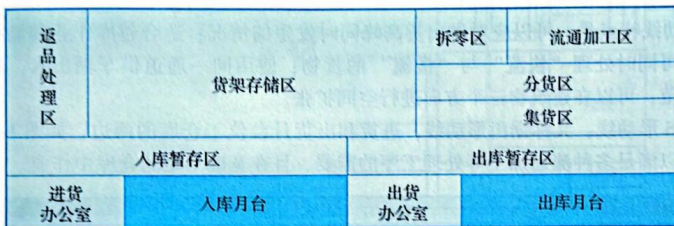

图 1-1-14 U形动线
(1) U形动线：顾名思义是指货物从入库到出库的动线形状像大写的U字母，这种设计适合仓库进货和出货月台位于仓库同侧，可依进出货频率安排接近出口端的存储区，缩短拣货搬运路线，如图1-1-14所示。